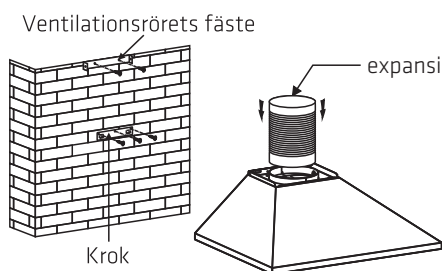

Bild 2
3. Montera kroken på en lämplig plats när monteringshöjden bestämts, och håll rakt. Det fasta läget för ventilationsrörets fäste är enhetens placering. Se bild 2.